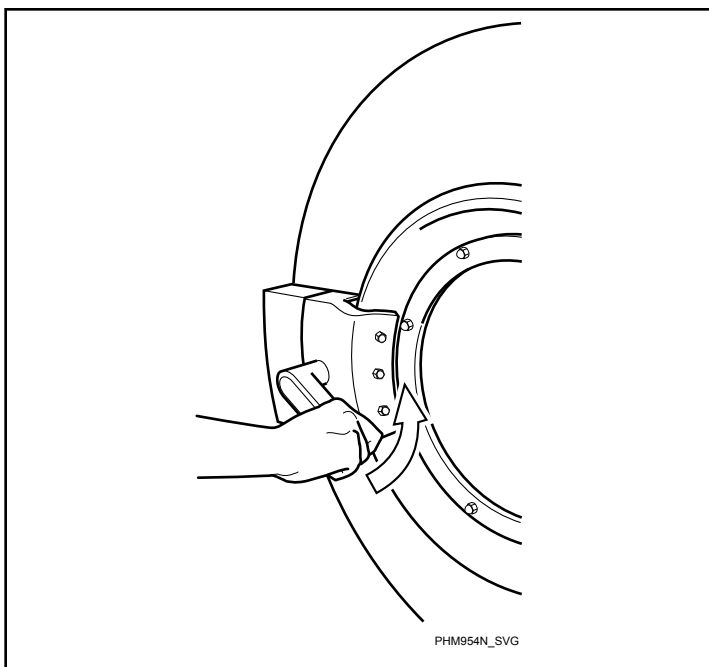

Figura 34
4. Feche a porta girando a maçaneta no sentido anti-horário. Consulte a *Figura 34*.